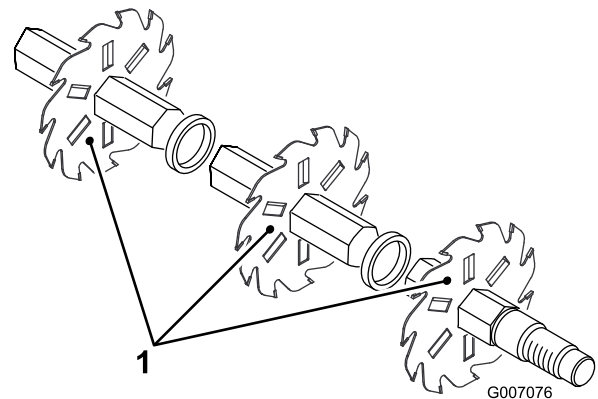

Figura 15
4. Instale a lâmina seguinte no sentido contrário ao dos ponteiros do relógio de modo a que o furo de referência não esteja alinhado com o furo da primeira lâmina por um hexágono do veio (Figura 15). Continue a instalar os espaçadores e as lâminas desta forma até ter instalado completamente todas as lâminas. Quando correctamente montadas, as lâminas estarão centradas no veio e alinhadas de forma a darem a aparência de uma hélice.